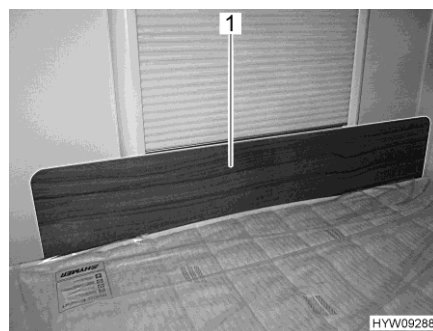

Fig. 117 Pannello di protezione/protezione anticaduta
- Inserire il pannello di protezione (Fig. 117,1) davanti alla finestra, tra il materasso e il telaio della finestra. L'effetto di serraggio del materasso mantiene il pannello di protezione in posizione, davanti al telaio della finestra.